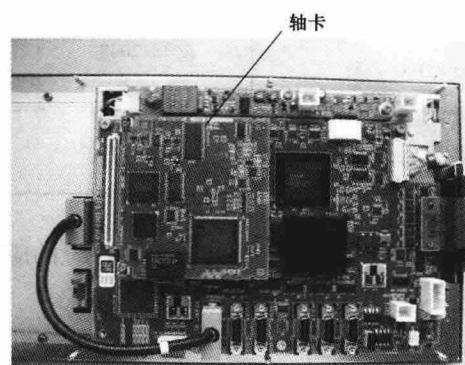

图 1-2-3 轴控制卡
- (3) 数字伺服轴控制卡。全数字的运算以及脉宽调制已经以软件的形式打包装入 CNC 系统内 (FROM)，支撑伺服软件运行的硬件环境由 DSP 以及周边电路组成，这就是常说的轴控制卡（简称轴卡），如图 1-2-3 所示。